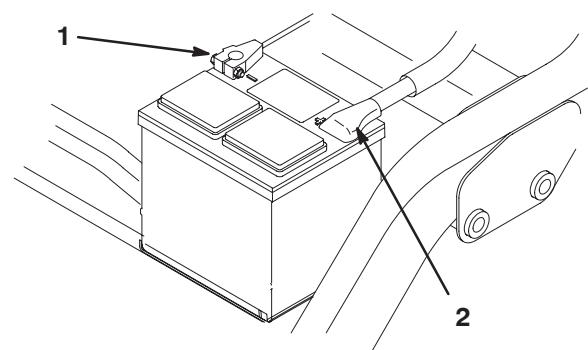

Bild 6
- Klemmen Sie zuerst das Pluskabel (Rot) am Pluspol (+) der Batterie und dann das Minuskabel (Schwarz) am Minuspol (–) der Batterie an, wobei Sie die Kopfschrauben und Muttern verwenden (Bild 6). Ziehen Sie den Gummischuh über den Pluspol, um Kurzschlägen vorzubeugen.